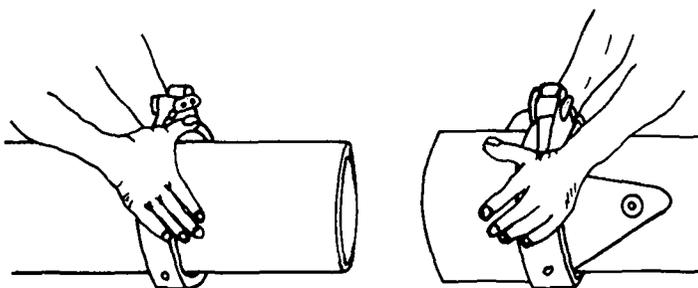

FIG. 1
5.º Passo – Coloque as braçadeiras (fig. 1).